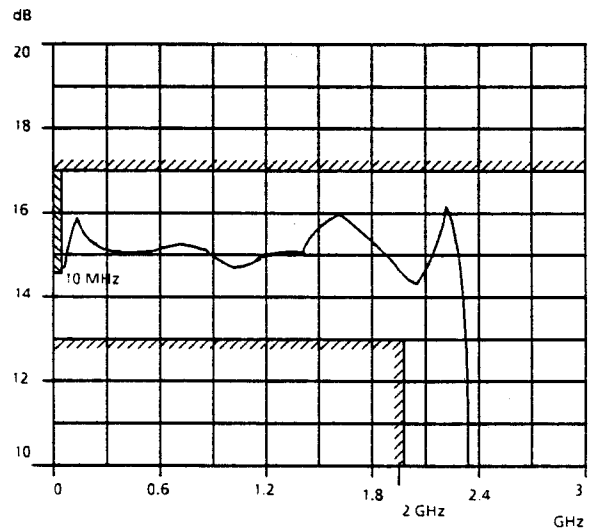

Bild 5-4  $|S_{21}|$  typische Kurve und Toleranzfeld
- $|S_{21}|$  und  $|S_{11}|$  nach Bild 5-4 und 5-5 prüfen.